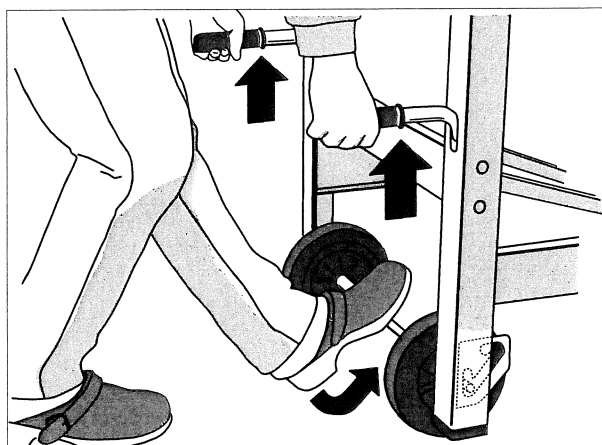

Fig. 8
- Sagen skal ikke stå på hjulene når den brukes eller transporteres med bil. Løft opp sagen og bruk benet til å føre akselen opp i bakre V-spor når den settes ned igjen. Se *fig. 8*. Sagen kan også forflyttes med kran. Se anvisning på sagen.